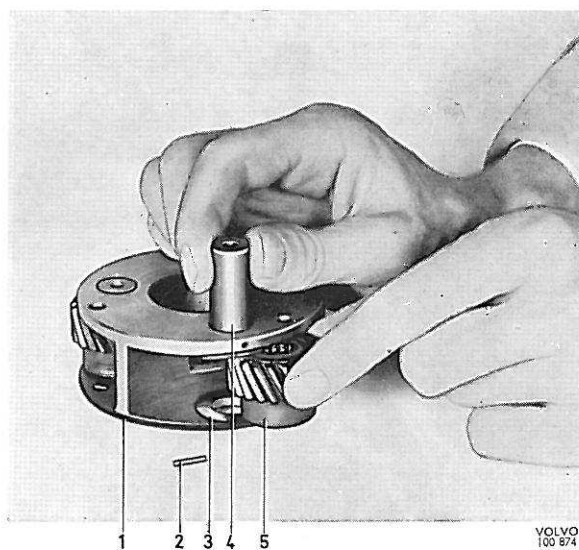
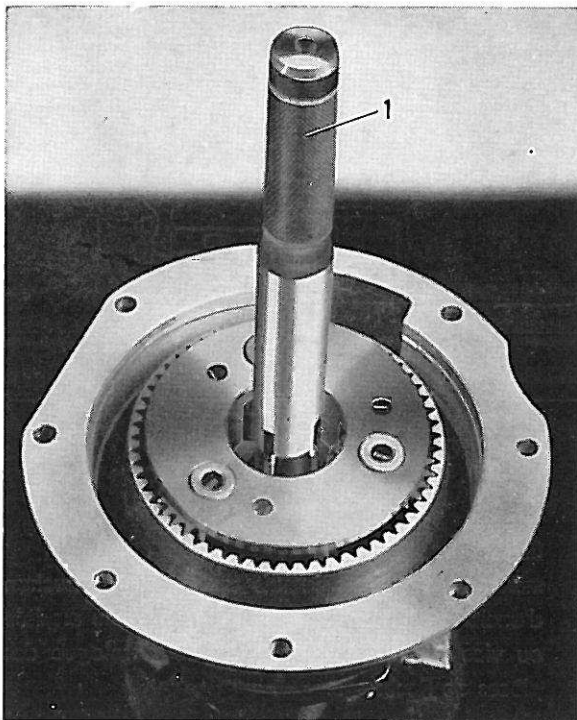
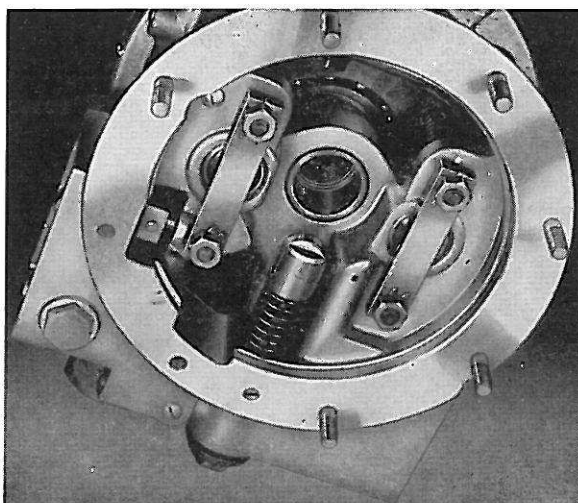

Fig. 25. Remontage des satellites, I
Fig. 26. Remontage des satellites, II
Fig. 27. Réassemblage de la moitié avant du carter
5. Enfoncer les roulements à aiguilles (39) dans les satellites (38) en se servant du poinçon SVO 2417. Les roulements doivent se trouver un peu au-dessous des surfaces latérales des satellites. Réassembler le porte-satellites, les axes, rondelles et satellites, voir Fig. 25. Centrer les cannelures du porte-satellites et du moyeu de la roue libre en se servant du poinçon de centrage SVO 2420, voir Fig. 26.
6. Monter le planétaire (46) dans le cône d'accouplement (43). Assembler les vis, le palier de butée et sa retenue. Monter le palier de butée sur le cône d'accouplement.
7. Remonter les pistons (14) dans la moitié avant du carter. Réassembler le cône d'accouplement, le tambour d'accouplement (41), les ressorts de pression (54), la moitié avant du carter et les plaquettes de pression (50 et 56) en un élément unique, voir Fig. 27. Lors de l'assemblage, mettre une pâte à joints sur les deux faces du tambour d'accouplement.